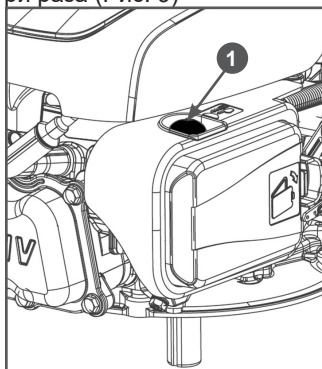

Рис. 9 Ручной топливный насос
2. Нажмите на ручной топливный насос 1 три раза (Рис. 9)